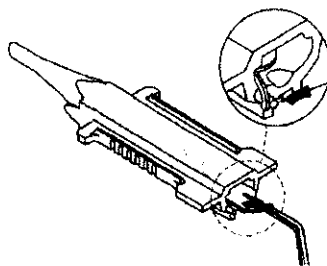
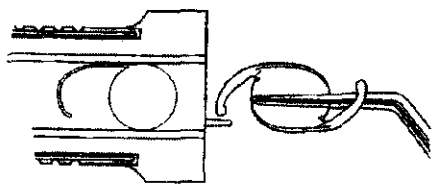

Figura 4
Figura 4a
4. Utilizar las pinzas de manipulación para sujetar la lente por el borde de la óptica y colocar suavemente la lente -con la parte anterior mirando hacia arriba- dentro de la parte posterior del cartucho, como se muestra en la Figura 4. La lente se deberá insertar hasta hacerla coincidir con el perfil gravado en la parte superior del cartucho o que lo sobrepase ligeramente. Si se utilizan lentes con un diámetro de óptica de 6,5 mm, podría ser necesario plegarlas antes, de manera que resulte más fácil introducirla en la parte posterior del cartucho. Este plegado previo de la lente se puede realizar presionando suavemente el borde de la lente mientras con una pinza se sujeta la óptica central, tal y como lo muestra la figura 4a. El háptico posterior deberá quedar fuera del cartucho. Colocar el háptico posterior a la izquierda del saliente de sujeción del háptico, tal y como se ve en la imagen que se muestra en a Figura 4. Esto permitirá que cuando se empiece a introducir el émbolo dentro del cartucho, el émbolo pueda pasar por encima del háptico. Ver Figura 4a.